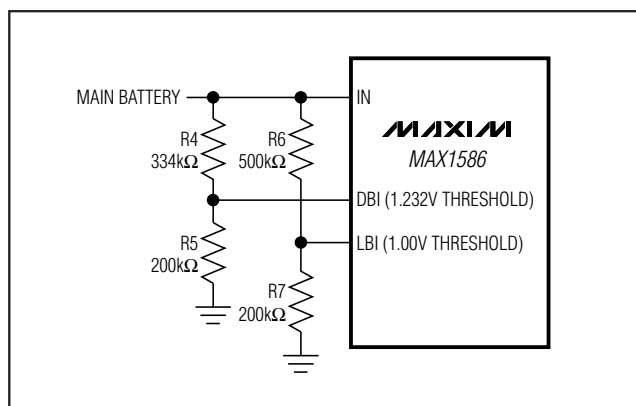

图 4. 利用单独的电阻分压器设置低电池及失效电池门限。图中将 DBI 门限设为 3.3V，将 LBI 门限设为 3.5V (对于工厂预置门限无需用电阻)
另一种方式，LBI 和 DBI 也可用单独的 2 个电阻构成的分压器进行设置。将分压器电阻链中的下端电阻选择为 250kΩ 或更小值 (图 4 中的 R5 和 R7)。则电阻链中的上端电阻可看作各个门限值的函数，即：
串行接口由串行数据线 (SDA) 及串行时钟线 (SCL) 组成，采用标准的 I²C 兼容写字节命令。图 4 为 I²C 协议时序图。MAX1586/MAX1587 为从机器件，依赖主机产生时钟信号。主机 (通常为微处理器) 启动总线上的数据传输，产生 SCL，以允许传输数据。通过发送严格的地址和随后的 8 位数码 (见表 2)，实现主机和 MAX1586/MAX1587 之间的通讯。每个发送序列的帧格式还包括起始条件 START (A) 和停止条件 STOP (L)。总线上发送的字为 8 位，加上一位应答时钟脉冲。